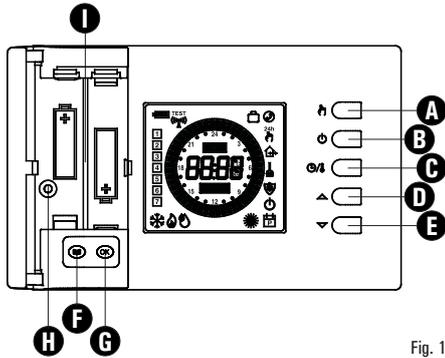

Fig. 1
1. Abrir el compartimiento pilas (Fig. 1).
- Inserir las pilas en el compartimiento pilas (I de Fig. 1); ver párrafo 'INSERCIÓN/SUSTITUCIÓN BATERÍAS'.